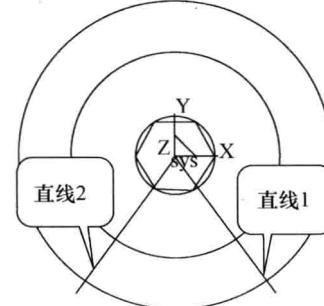

图 1-13 绘制 72° 角的两边
③ 绘制夹角为 72° 的角度线。单击“直线”按钮③，选择“角度线”、“Y 轴夹角”、“角度”为“36”，绘制第一条直线；选择“角度线”、“Y 轴夹角”、“角度”为“-36”绘制第二条直线。绘制结果如图 1-13 所示。